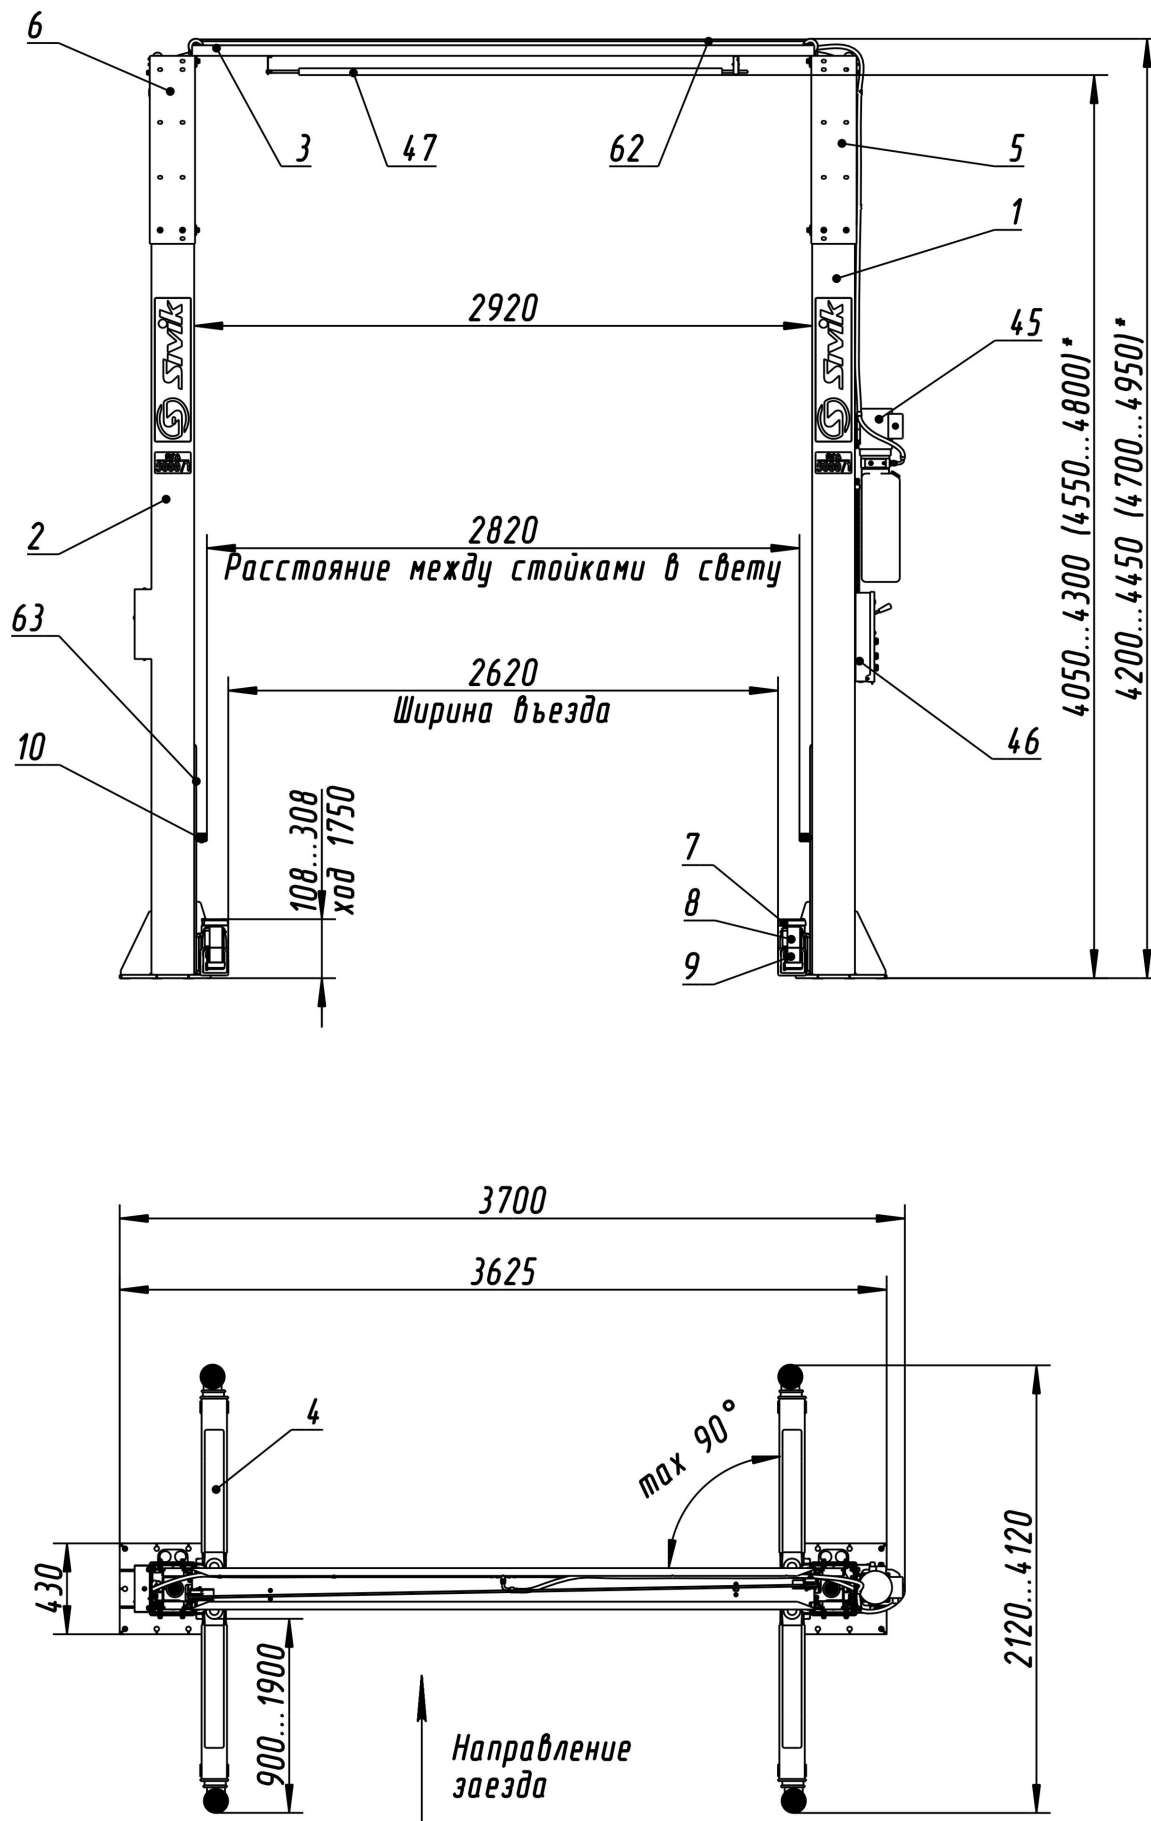
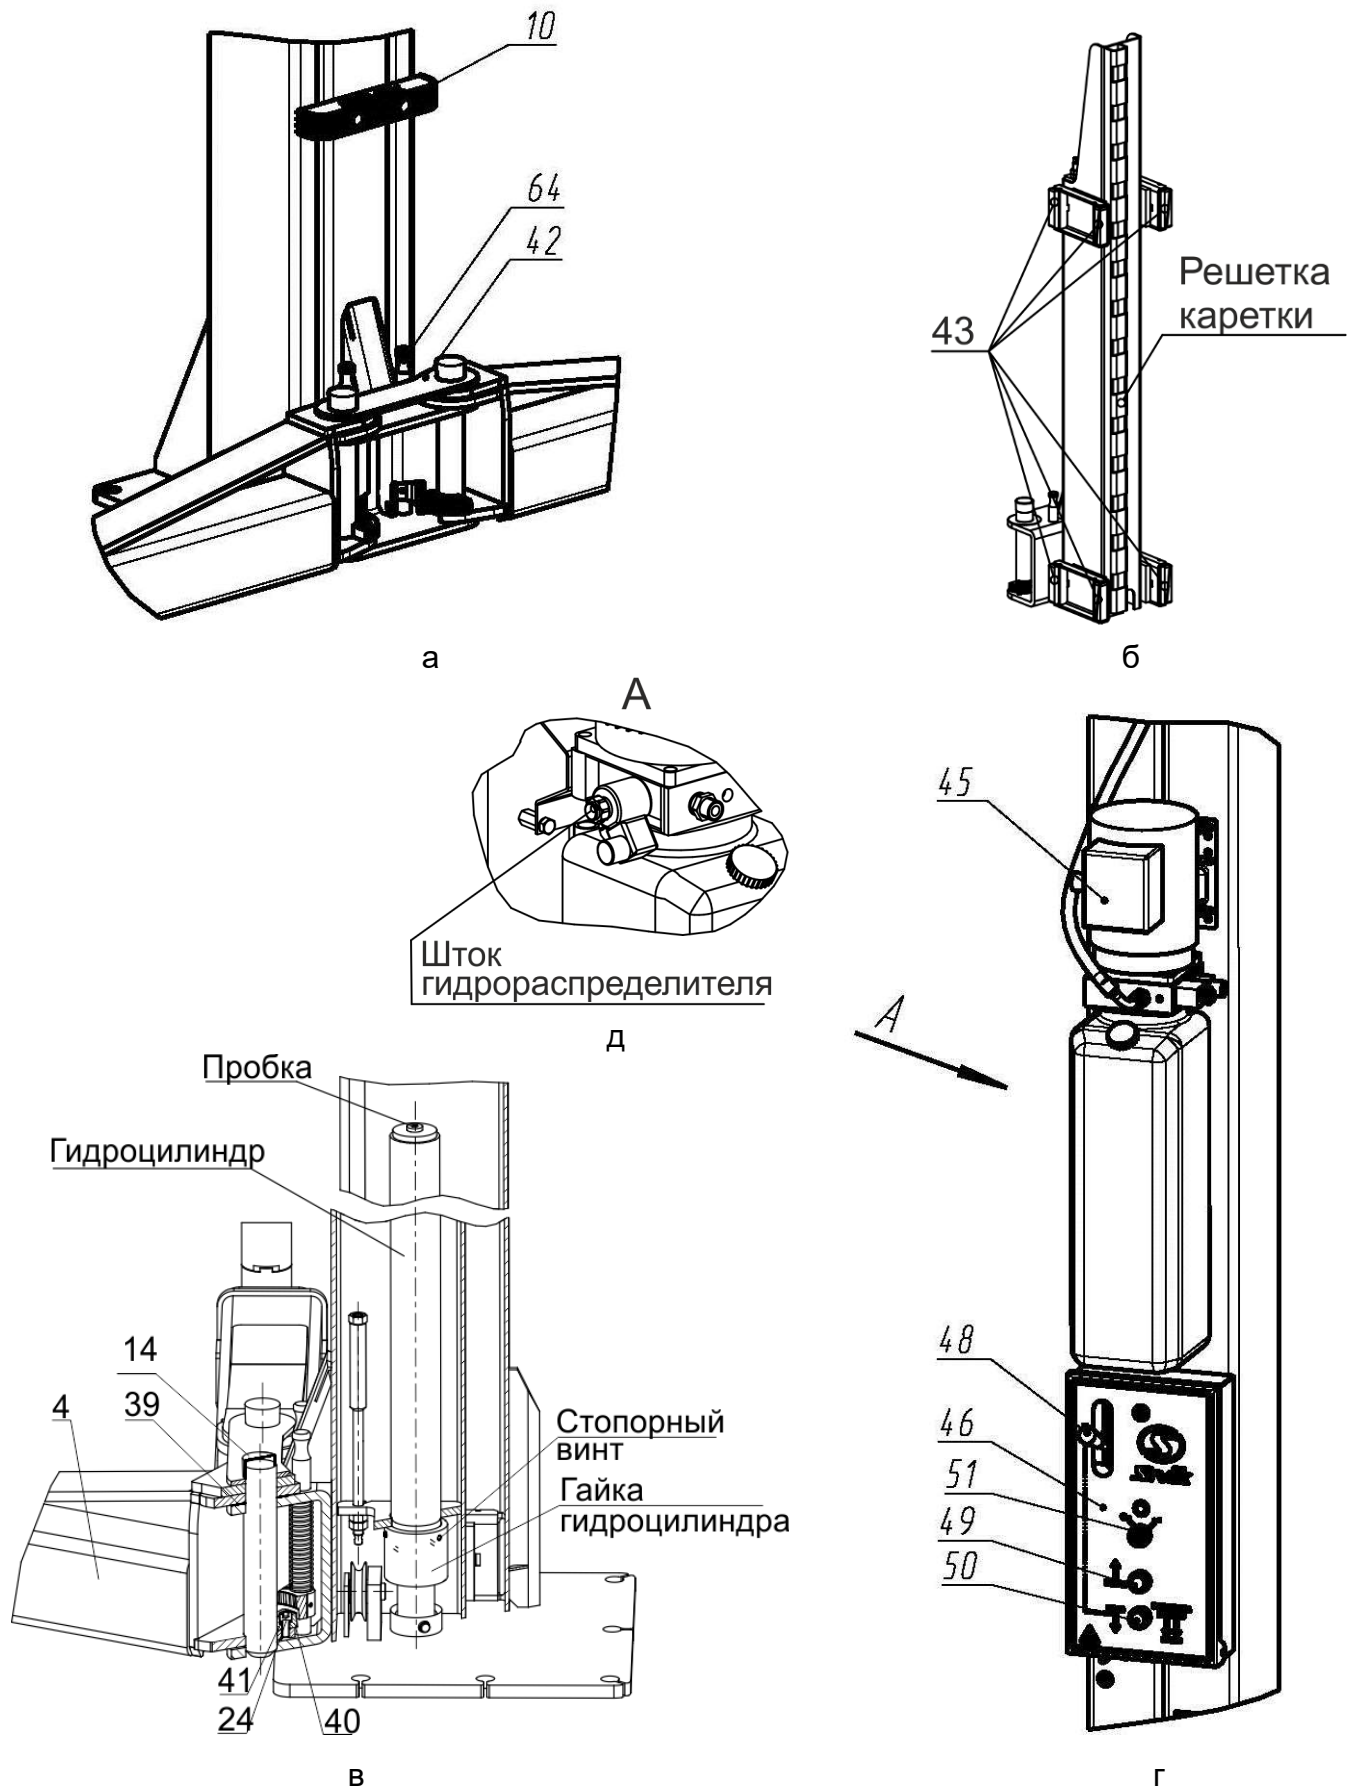
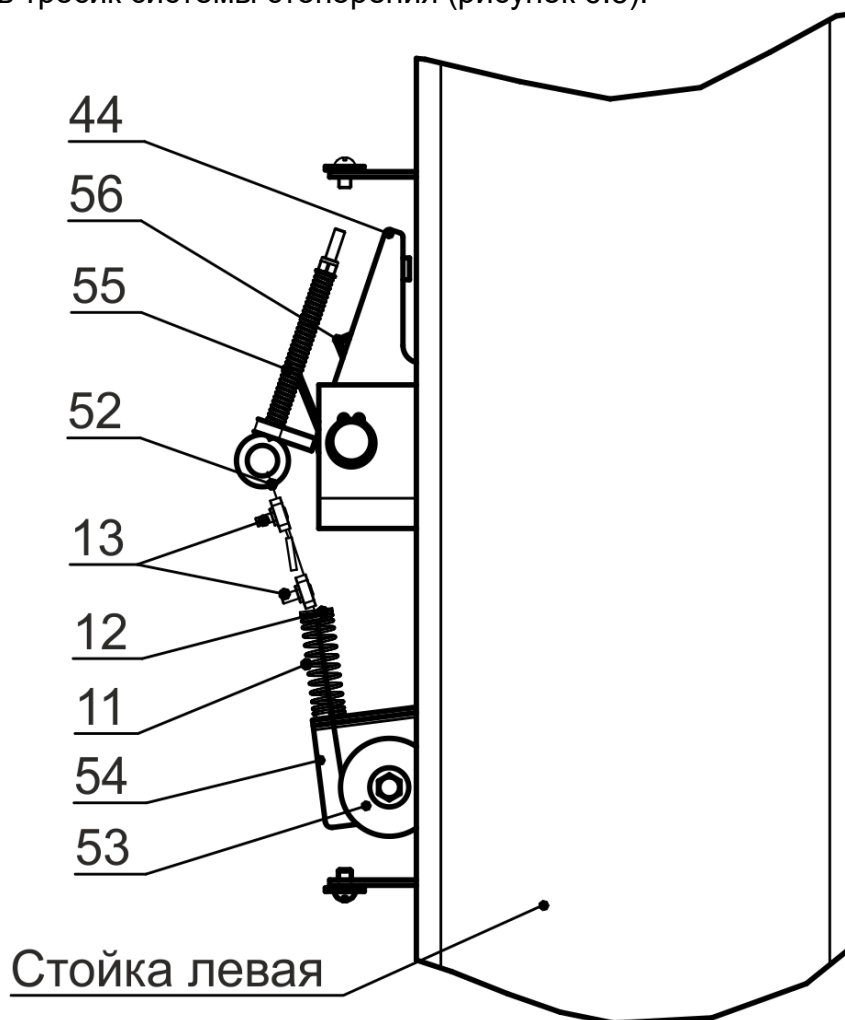

Рисунок 3.1 - Общий вид подъемника (* – исп. Высокий)
Рисунок 4.1 – Виды подъемника
Рисунок 6.5 - Система стопорения кареток
Подъемник (рисунок 3.1) состоит из двух стоек коробчатого сечения – правой 1 и левой 2, двух надставок 5 и 6 соединенных между собой поперек переключателем 3. Подъемник имеет возможность регулировки по высоте от 4197(4712)¹ мм до 4447(4962)¹ мм. Это достигается креплением надставок 5 и 6 на первый или второй ряд крепежных отверстий. В стойках размещены каретки 63 с закрепленными на них поворотными телескопическими подхватами 4 равной длины. На концах подхватов 4 установлены опоры 7, подставки опоры 8,9. Подхваты фиксируются стопорными устройствами 64 (рисунок 4.1а), автоматически срабатывающими при подъеме автомобиля. При опускании кареток 63 в крайнее нижнее положение происходит автоматическое расстопорение подхватов 4. Каретки 63 приводятся в движение гидравлическими цилиндрами, установленными внутри стоек. Подъемник снабжен системой 62 тросовой синхронизации движения кареток 63.
Каждая каретка 63 (рисунок 4.1б) снабжена полиамидными ползунами 43, скользящими по беговым дорожкам стоек 1 и 2. Каретки фиксируются на требуемой высоте стопорами-защелками 44 (рисунок 6.5), закрепленными на стойках 1,2 и входящими в зацепление с решетками на каретках 63.
На правой стойке (рисунок 4.1г) размещена насосная станция 45 с пультом управления 46. Внутри насосной станции 45 находится клапан предохранительный, предотвращающий перегрузку в гидросистеме. Клапан предохранительный настроен на заданное давление и опломбирован.
- касании автомобилем ограничительной дуги 47 переключателя 3 (рисунок 3.1);
Для предотвращения повреждения дверей автомобиля (при открывании) на каретки 63 установлены накладки 10, фиксируемые винтами М8х30, шайбами 8Г и шайбами 8 (рисунок 3.1 и рисунок 4.1а).
Управление подъемником осуществляется рычагом 48 (рисунок 4.1г) и двумя кнопками 49 и 50, установленными в пульте управления 46. Рычагом 48 осуществляется расстопорение кареток 63, а кнопками 49 и 50, подъем (кнопка 49) и опускание (кнопка 50) кареток 63.
① **ВНИМАНИЕ!** Перед сборкой проверить затяжку гаек гидроцилиндров и стопорных винтов (рисунок 4.1в).
6.6 Установить тросик системы стопорения (рисунок 6.5).
Для того чтобы проверить срабатывание упругой тяги 55, необходимо одному человеку прижать рукой защелку 44 к стойке 2, а другому повернуть рычаг 48 (рисунок 4.1г) вниз. Упругая тяга 55 должна вытянуться на полный ход штока.
При повороте рычага 48 вниз (рисунок 4.1г), защелка на левой стойке должна отвестись, так же как отвелась защелка на правой стойке. При повороте рычага 48 вверх (рычаг 48 должен удерживаться в верхнем положении пружиной), защелки на левой и правой стойке должны вернуться в исходное положение. Регулировка проводится выборкой слабины тросика 52 и обжатием петли зажимом 13.
6.9 Открутить пробку бака насосной станции 45 и залить масло (около 12 л) до верхней метки «МАХ» (рисунок 4.1г). Уровень масла контролировать визуально. Установить пробку бака на место.
- кратковременным нажатием на кнопку 49 (двигатель должен работать, вращение крыльчатки по стрелке на кожухе эл. двигателя, а из бака должно убывать масло, рисунок 4.1г).
- отвернуть пробки у каждого гидроцилиндра на один оборот (рисунок 4.1в)
7.2.1 Нажатием кнопки 49 поднять автомобиль, чуть выше требуемой высоты (защелки должны быть поджаты к стойкам, рисунок 6.5) и нажатием кнопки 50 опустить каретки 63 на защелки 44. Убедиться в том, что каретки 63 опустились на защелки 44 (при нажатии кнопки 50 каретки больше не опускаются). В этом случае гидравлическая система разгружена, вес автомобиля воспринимается стойками подъемника.